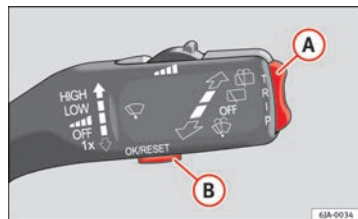

Fig. 34. Indicador multifunción: elementos de manejo
La memoria se selecciona pulsando la tecla (B) ⇒ fig. 34 ⇒ página 62.
La tecla para cambiar funciones (A) ⇒ fig. 34 y la tecla para borrar la memoria (B) se encuentran en la palanca del limpiacristales.
- Pulse brevemente la tecla (B) ⇒ fig. 34.
- Pulse brevemente la tecla basculante (A) ⇒ fig. 34 arriba o abajo. Esto visualiza sucesivamente las funciones del indicador multifunción en la pantalla.
- Mantenga pulsada la tecla (B) ⇒ fig. 34.
A temperaturas por debajo de +4 °C, se visualiza adicionalmente el símbolo del cristal de hielo (señal de advertencia de calzada helada) y suena una señal acústica. Al pulsar la tecla basculante (A) ⇒ fig. 34 ⇒ página 62 se muestra la última función visualizada.
En la pantalla se muestra el tiempo transcurrido desde la última puesta a cero de la memoria. Si desea medir la duración de viaje desde un momento concreto tiene que borrar la memoria pulsando la tecla **(B)** ⇒ fig. 34 ⇒ página 62.
Si desea medir el consumo medio durante un periodo determinado tiene que primero borrar la memoria pulsando la tecla **(B)** ⇒ fig. 34 ⇒ página 62. Durante aproximadamente los primeros 300 m de marcha después de haber borrado esta memoria el valor no se muestra en la pantalla.
En la pantalla aparece el kilometraje recorrido desde la última puesta a cero de la memoria ⇒ página 61. Si desea medir la duración de viaje desde un momento concreto tiene que borrar la memoria pulsando la tecla **(B)** ⇒ fig. 34 ⇒ página 62.
En la pantalla se indica la velocidad media en km/h calculada desde la última puesta a cero de la memoria ⇒ página 61. Si desea medir la velocidad media durante un periodo determinado tiene que primero borrar la memoria pulsando la tecla **(B)** ⇒ fig. 34 ⇒ página 62.
- Pulsando la tecla (A) ⇒ fig. 34 ⇒ página 62 seleccione **Aviso velocidad**.
- Pulsando la tecla (B) active la posibilidad de ajustar el límite de velocidad.
- Pulsando la tecla (A) seleccione el límite de velocidad deseado, por ejemplo a 50 km/h.
- Pulsando la tecla (B) confirme el límite de velocidad seleccionado o bien espere unos segundos hasta que el ajuste se guarde automáticamente.
- Pulsando la tecla (B) se adopta la velocidad actual como el límite de velocidad.
- Pulsando la tecla (B) ponga a cero el límite de velocidad.
- Volviendo a pulsar la tecla (B) active la posibilidad de cambiar el límite de velocidad.